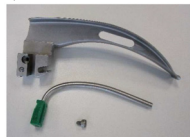

Abbildung 1
1) Demontieren Sie das Medizinprodukt (nicht ri-integral) (siehe Beispiel Abbildung 1).
1) Demontieren Sie das Medizinprodukt (siehe Beispiel Abbildung 1).